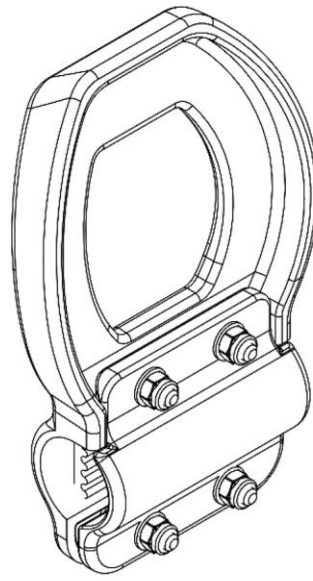

Fig. 1b
- fig. 1b – uchwyt w widoku perspektywicznym z tyłu od góry w pierwszej odmianie;